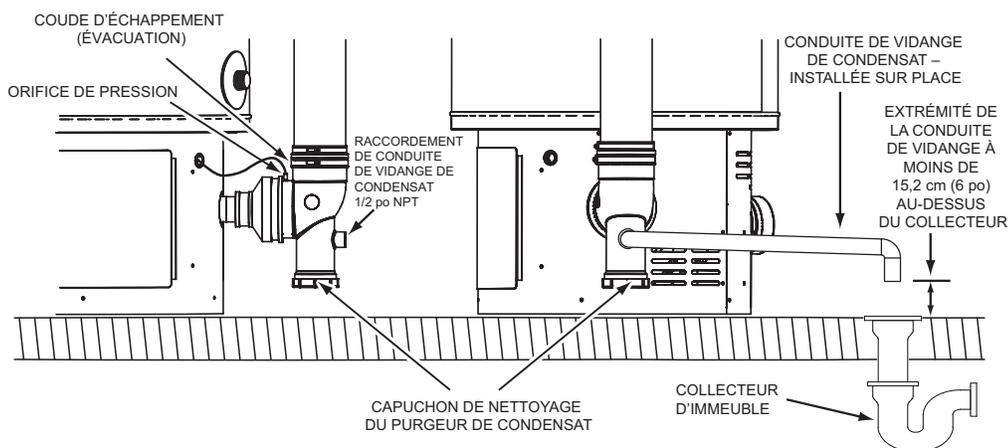

Figure 36
2. Installer une conduite de vidange de condensat de 1/2 po en PVC entre le raccord de vidange de condensat sur le coude d'échappement/condensat et un collecteur d'immeuble adéquat, avec une légère pente descendante pour bien évacuer. Le coude d'échappement comporte un purgeur de condensat intégré. Ne pas installer de purgeur supplémentaire dans la tuyauterie de vidange de condensat. Voir Figure 36.
3. Terminer la tuyauterie de vidange de condensat à l'aide d'un coude au-dessus du collecteur. S'assurer que toute décharge sort de la conduite de vidange de condensat à moins de 15,2 cm (6 po) au-dessus d'un collecteur de bâtiment adéquat, ou externe au bâtiment, voir Figure 36.
4. S'assurer que le tuyau de vidange du condensat n'est pas élevé au-dessus du connecteur de vidange de condensat sur le coude d'échappement/condensat. Voir Figure 36.